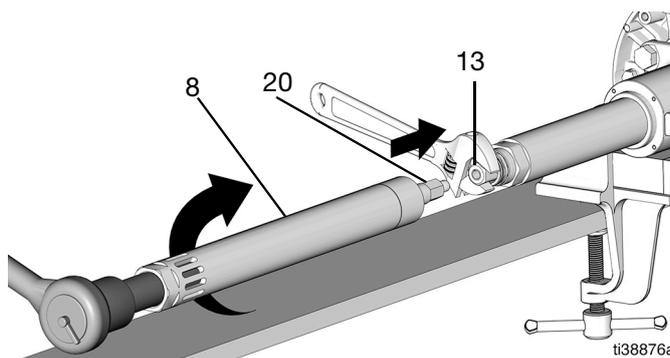

图 32
17. 重新安装入口泵管组件，连接位于入口泵管 (8) 内部的铲杆 (20)，并使用 3/4 英寸套筒连接到连杆 (13) 并拧紧（扭矩 50 - 60 ft-lb/ 67.8 - 81.3 N•m）（图 32）。